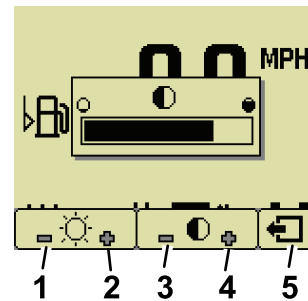

Figura 20
2. Utilice los iconos más y menos para modificar la barra de brillo/contraste en el menú emergente (Figura 20).